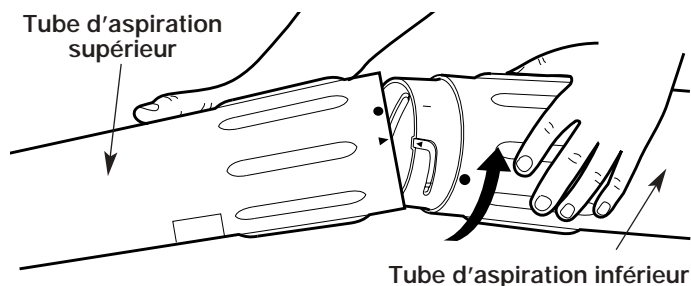

Fig. 2
1. Aligner la flèche du tube d'aspiration inférieur sur celle du tube d'aspiration supérieur (Fig. 2).